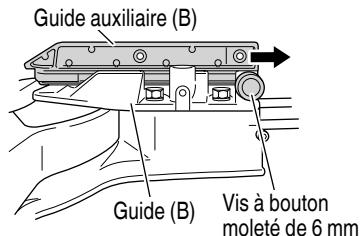

Fig. 20-b
Cet outil électrique est équipé d'un guide auxiliaire (B). Pour effectuer une coupe à angle direct ou une coupe à angle de biseau à droite, utiliser le guide auxiliaire (B). Ensuite, on pourra effectuer une coupe stable du matériau avec une large face de dépouille. En coupant à angle gauche, desserrer la vis à bouton moleté de 6 mm, puis faire glisser le guide auxiliaire (B) vers l'extérieur, comme indiqué sur la Fig. 20-b.